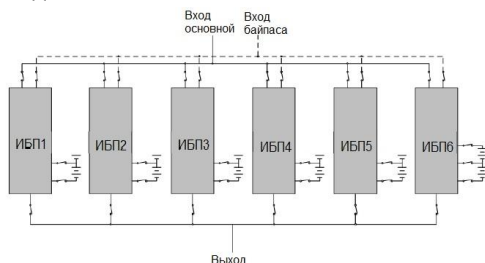
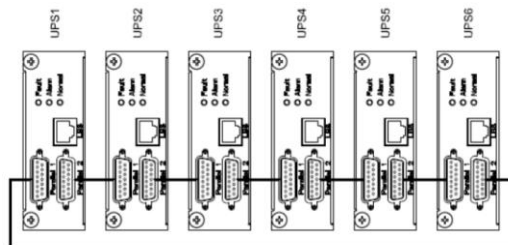

Рисунок 7 – Пример схемы подключения четырех изделий в систему параллельного резервирования с выходным распределительным шкафом.
Рисунок 8 – Схема соединения изделий в «кольцо» через параллельные порты
Изделие имеет встроенный параллельный контроллер и может работать в системе бесперебойного питания с параллельным резервированием (см. рисунок 7 и рисунок 8). Целью такой системы является либо повышение надежности (резервирование), либо увеличение общей выходной мощности (масштабирование).
- отключите входное сетевое питания каждого изделия. Убедитесь в том, что все внешние выключатели разомкнуты (см. рисунок 7);